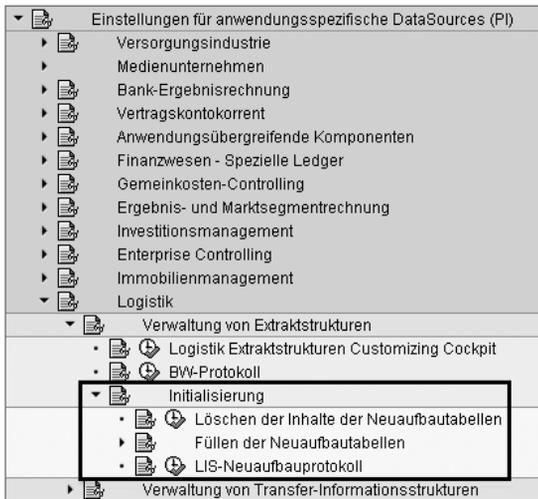

Abbildung 3.12 Löschen und Füllen der Neuaufbautabellen
STELLUNGEN FÜR ANWENDUNGSSPEZIFISCHE DATA SOURCES (PI) • LOGISTIK • VERWALTUNG VON EXTRAKTSTRUKTUREN • INITIALISIERUNG (siehe Abbildung 3.12).